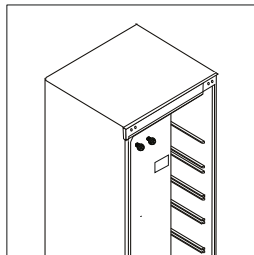

Рисунок 7
3. Снимите крышку и шурупы с левой стороны и установите их на правую сторону. (рис. 7).